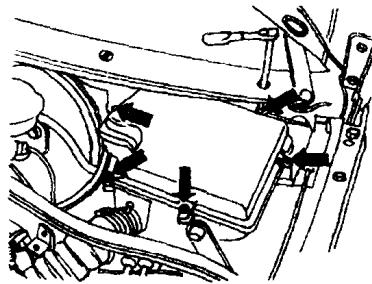

图 1-8
(8) 拆下发动机控制单元 (ECU)，同时拔掉 ECU 的线束插头，如图 1-8 所示。